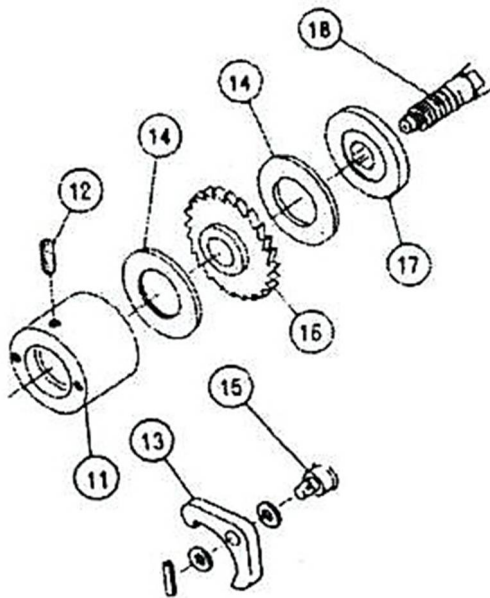

Abbildung 9
- Wenn die Dicke der Bremsscheiben (Nr. 14) von 3,5 mm bis 2,6 mm liegt, müssen sie ersetzt werden (Abbildung 9).